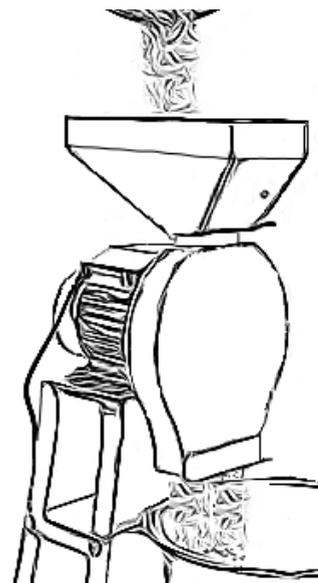

Abb. 7
- Füllen Sie entweder eine angemessene Menge Schrotgut in den Trichter (2) auf oder schieben Sie getrocknete Maiskolben nacheinander in den Einschub (4). (Abb. 7)